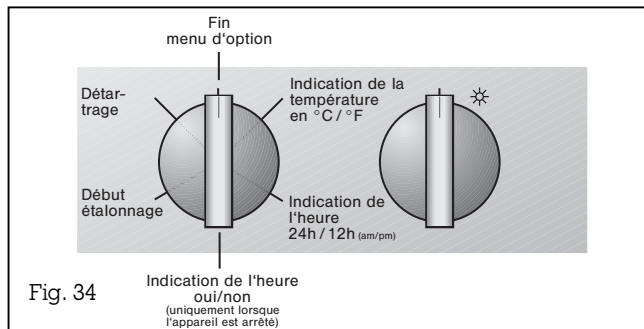

Fig. 34
- Tournez le bouton «niveau d'humidité» vers la droite en position «Détartrage» (fig. 34).